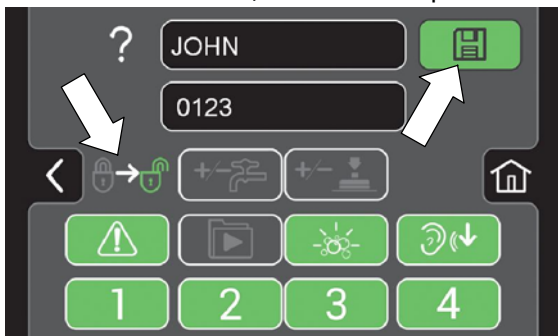

РИС. 145
6. Выберите элементы управления, к который у нового пользователя должен быть доступ (Рисунок 145). Зеленый цвет означает, что элемент управления разрешен, а серый — что запрещен. Для сохранения нового профиля нажмите на мигающий значок Сохранить.